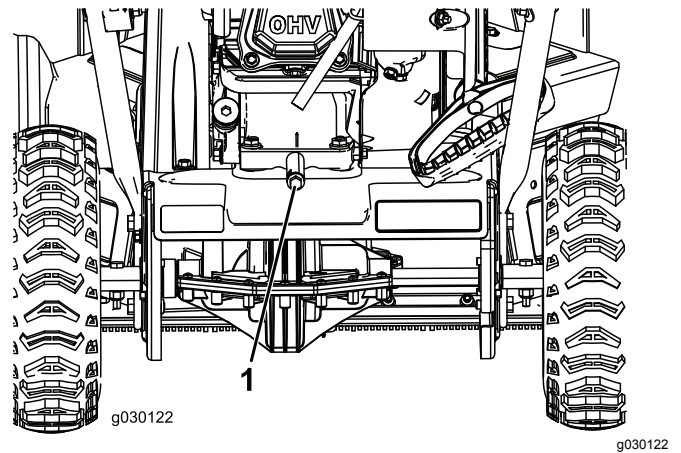

Figure 20
2. Placez un bac de vidange sous le bouchon de vidange et retirez le bouchon; basculez la machine en arrière et vidangez l'huile usagée dans le bac de vidange (Figure 20).